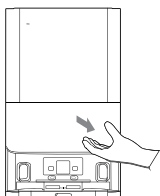

Fig. 19
1. Åbn dækslet på dockingstationen. [Fig. 19]